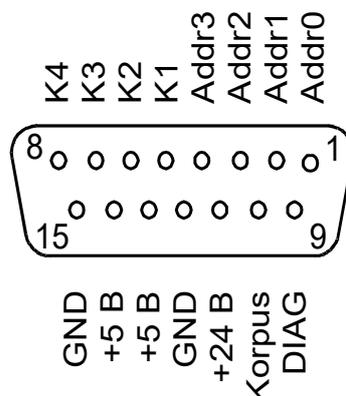

Рисунок 47
11.1.5.2 Напряжения питания 24В и 5В поступают от системного блока через разъём Х1 (см. Рис. 47).